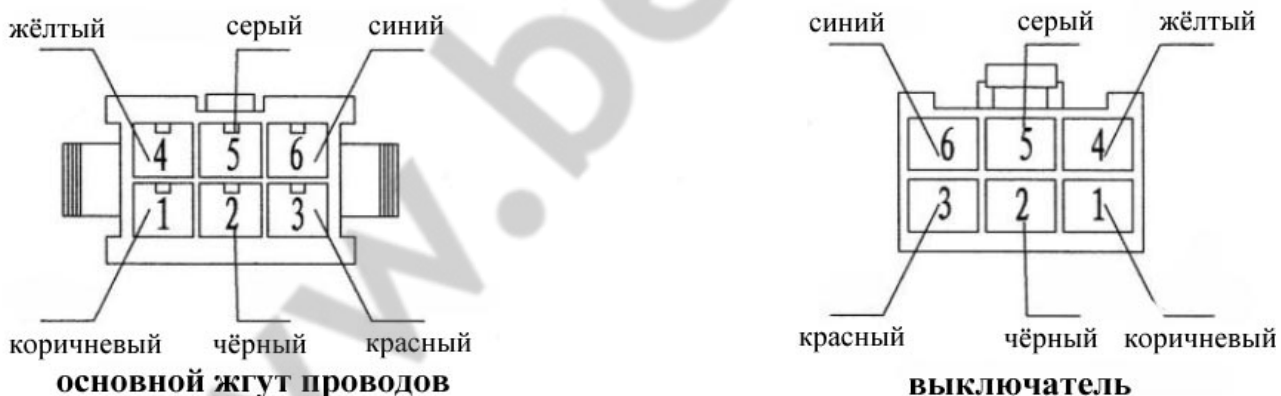

Рис.19
4.5.6 Используйте четыре самореза чтобы закрепить выключатель в удобном для работы и обзора индикатора месте. Концы проводов выключателя должны быть закреплены на разъёме в соответствии с Рис. 19, который при помощи самозащёлкивающегося механизма вставляется в разъем X9 на основном жгуте проводов.